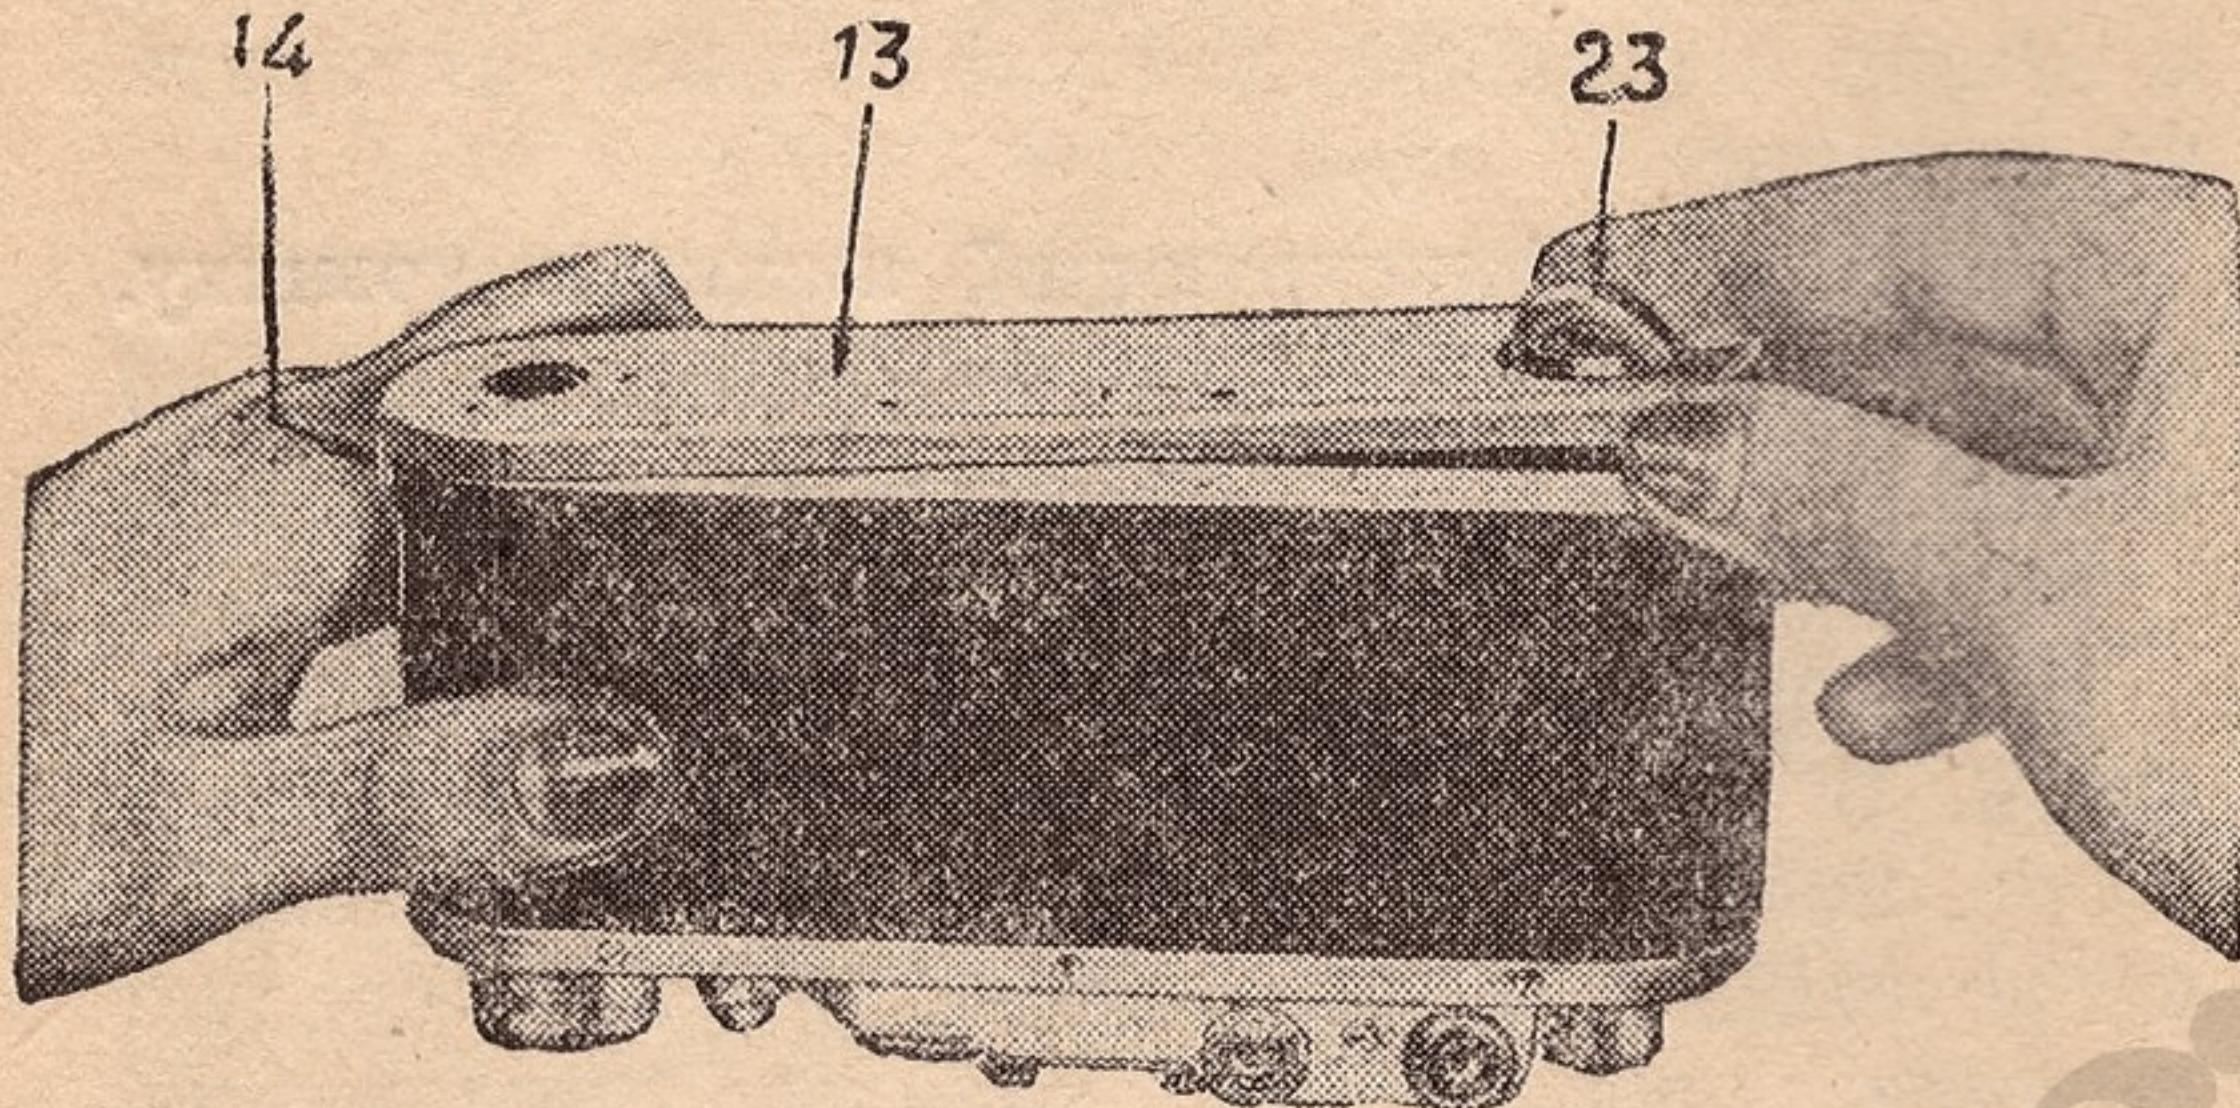

Рис. 2
23. Замок на нижней крышке (не виден, см. рис. 2).
Возьмите камеру так, как показано на рис. 2. Поднимите дужку замка 23 и поверните ее против часовой стрелки на пол-оборота, чтобы стрелка замка указывала на знак «Открыто».